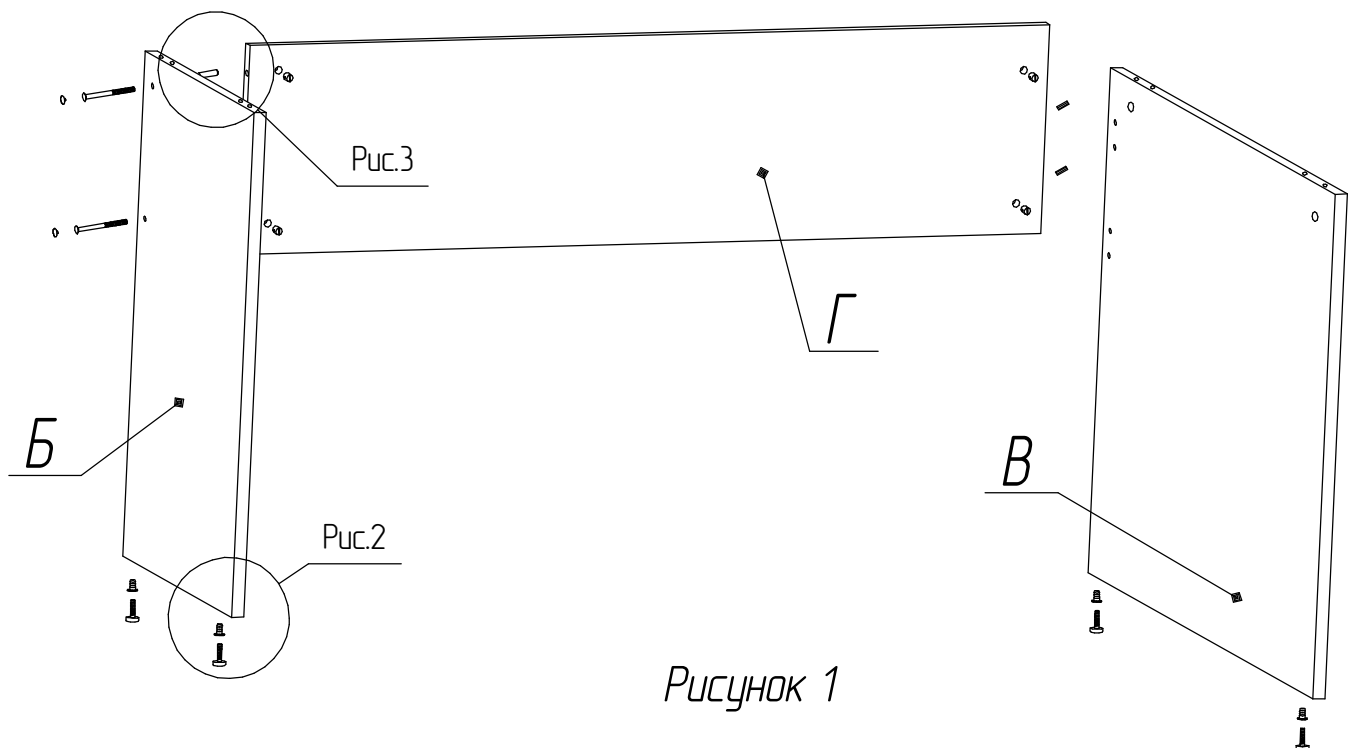

Рисунок 1
1. В торцы боковых стенок (снизу) поз. Б и В зайти гайки анкерные поз. 10 и закрутить ножки стола поз. 9 (Рисунок 1 и 2).
2. В заднюю стенку поз. Г в глухие отверстия диаметром 8 мм. вставить 4 шканта поз. 5, в отверстия диаметром 10 мм вставить гайки IMBUS поз. 7 – 4 шт (Рисунок 1 и 3).
3. Собрать боковые стенки с задней стенкой и стянуть винтами поз. 6 (рисунок 1 и 3).